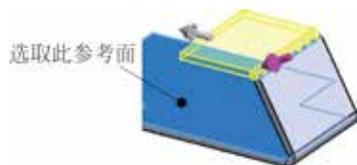

图 5.16 与面平行
- 单选按钮：用于创建与所选参考面平行的钣金壁，如图 5.16 所示。